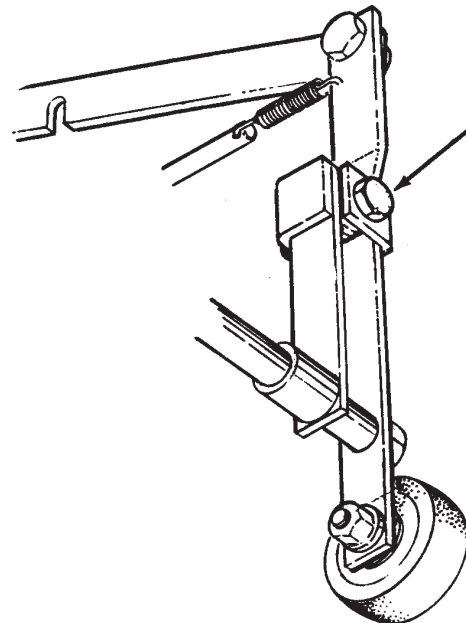

Figura 13
1. Ubique el tornillo de nivelación. Consulte la figura 13.
3. Afloje el tornillo de nivelación (afloje el resorte de nivelación) para un lijado más profundo del lado opuesto a las correas de transmisión. Figura 13